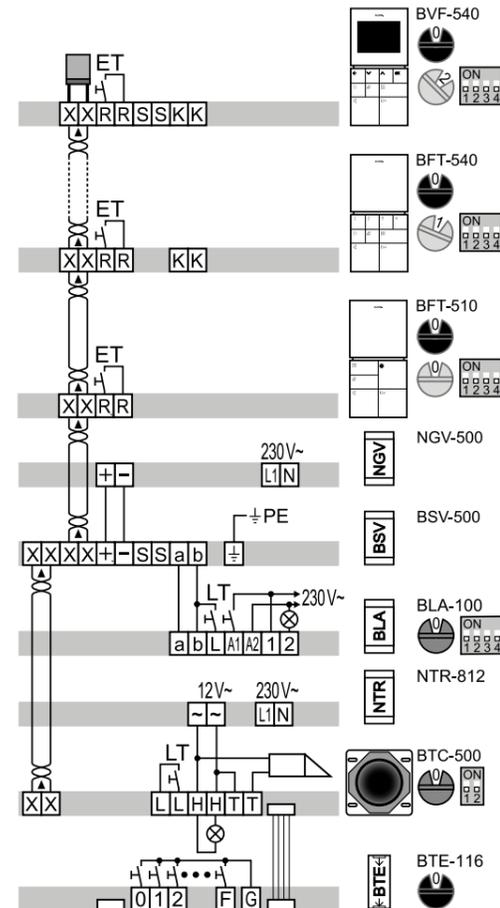

Bild 4: Reihenverdrahtung
■ Haustelefon gemäß Anschlussplan (Bild 4) anschließen.
Bei einer Durchgangsstruktur wird die Busleitung X/X von einem Haustelefon zum anderen Haustelefon geschleift (Bild 4 und 5).